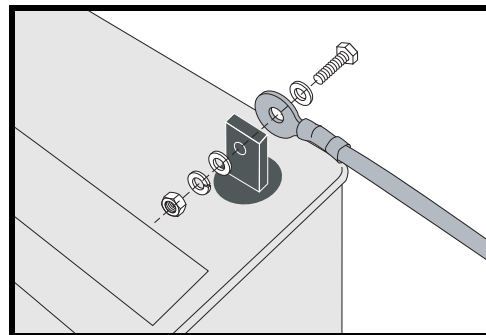

Figura 15. Rimozione/installazione della batteria
4. Scollegare i cavi delle batterie dai terminali portando indietro gli involucri dei terminali e svitando il dado dal bullone. **Vedere figura 15.**